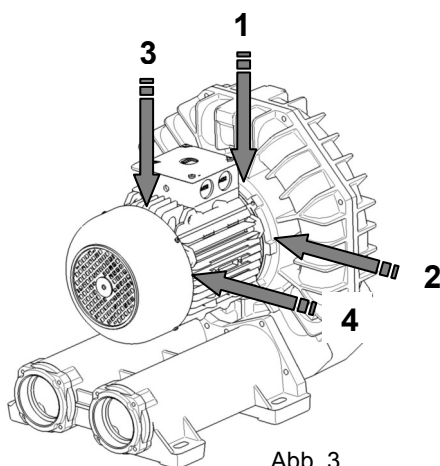

Abb. 3
- **Position 1 und 2 (vorderes Lager):** Die Spitze des Vibrometers muss senkrecht zur Motorachse auf der Oberfläche des Körpers in der Nähe des Lagersitzes in den in Abb. 3 angegebenen Positionen angesetzt werden. Die höchste Ablesung ist maßgeblich.
- **Position 3 und 4 (hinteres Lager):** Die Spitze des Vibrometers muss senkrecht zur Motorachse auf der Oberfläche des Gehäuses des Elektromotors in der Nähe des Lagersitzes in den in Abb. 3 angegebenen Positionen angesetzt werden. Die höchste Ablesung ist maßgeblich.